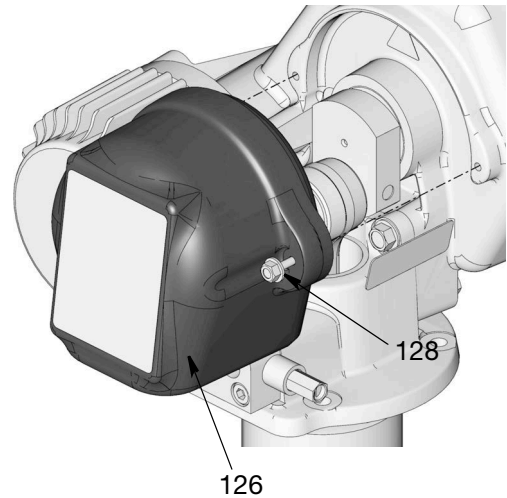

図 19
- ボルト (128) を緩めて Dyna-Star ポンプからカバー (126) を取り外します (図 19)。